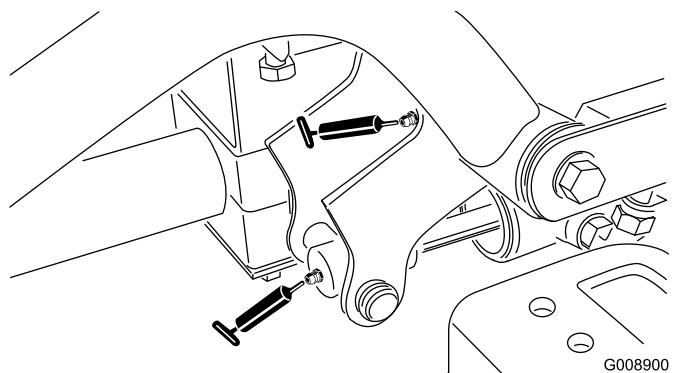

図 36
- ・ 右前昇降アームのピボット昇降シリンダ (2ヶ所) (図 36)